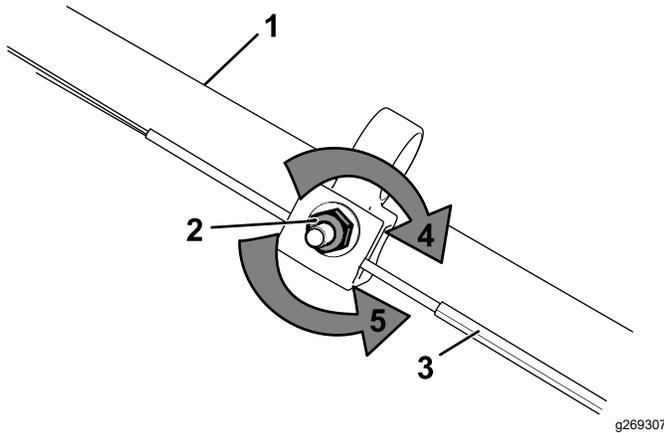

Figura 26
1. Rode a porca de ajuste no sentido contrário ao dos ponteiros do relógio para folgar o ajuste do cabo (Figura 26).
2. Ajuste a tensão do cabo (Figura 26) puxando-o para trás ou empurrando-o para a frente e mantendo a posição.